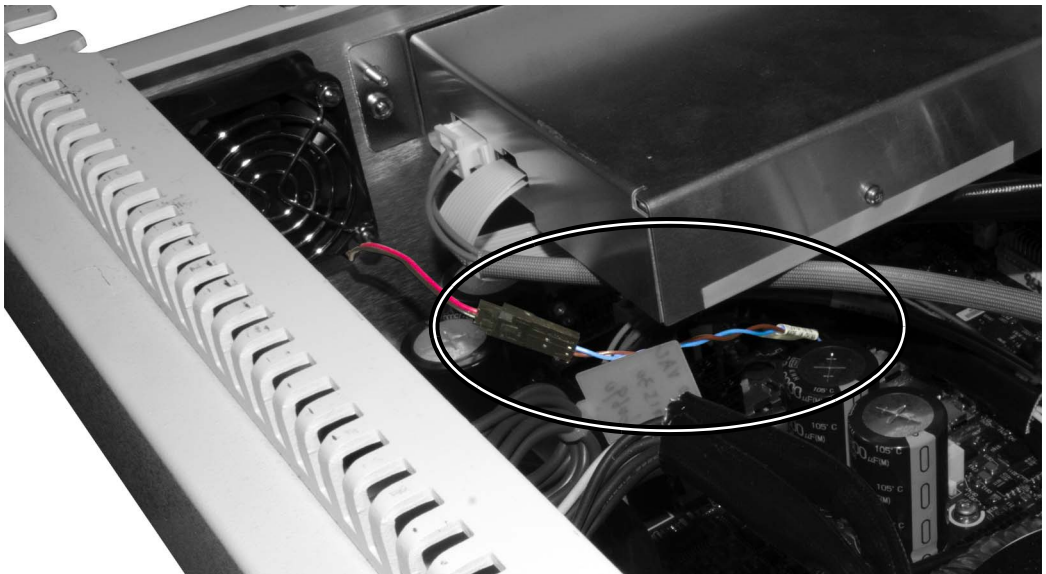

図 36 ケーブル G4529-60535 を WorkBench メインフレームから取り外す
- 2 ケーブル G4529-60535 をメインフレームの内側から取り外します (図 36)。